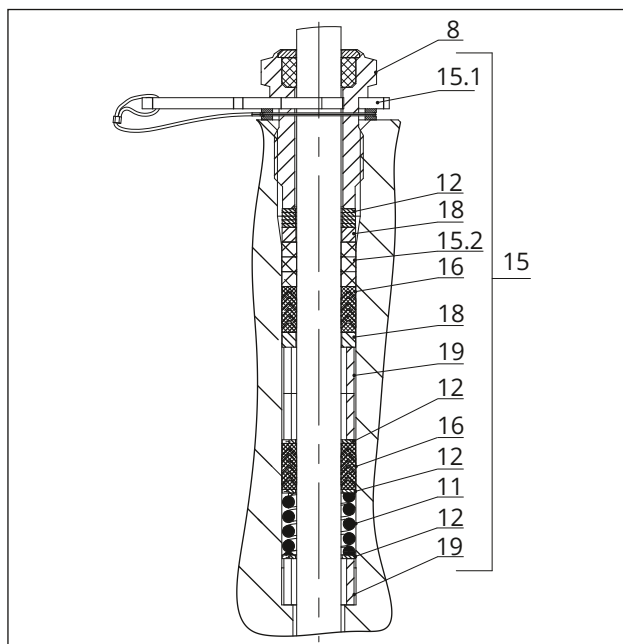
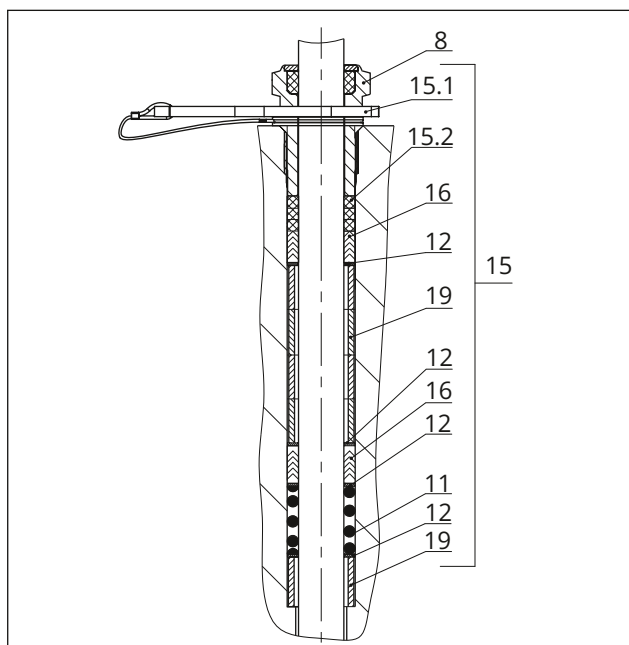

Fig. 26 : Garniture de presse-étoupe ADSEAL :
Fig. 27 : Garniture de presse-étoupe ADSEAL :
2. Insérer avec précaution les pièces du presse-étoupe dans leur logement à l'aide d'un outil approprié en les faisant passer par-dessus la tige de clapet. Veiller à les remonter dans le bon ordre, cf. Fig. 26 et Fig. 27.
4. Insérer le disque d'écartement rouge (15.1) entre le fouloir (8) et la bague de retenue, cf. Fig. 26 ou Fig. 27.
2. Insérer avec précaution les pièces du presse-étoupe dans leur logement à l'aide d'un outil approprié en les faisant passer par-dessus la tige de clapet. Respecter l'ordre de montage correct, voir Fig. 26 ou Fig. 27.